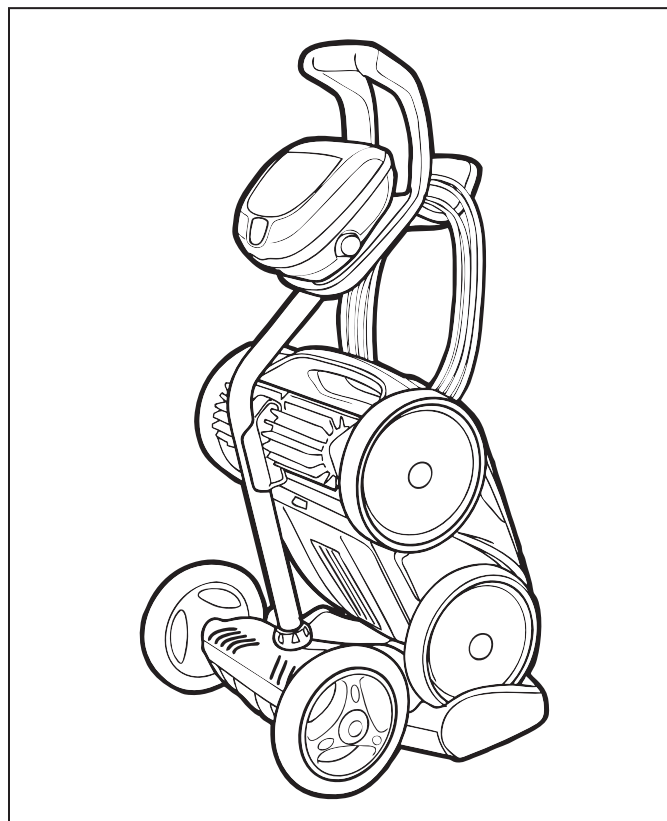

Figura 19. Limpiador guardado correctamente en el carrito
- Coloque el limpiador en posición vertical en la base del carrito y fíjelo en el gancho (Figura 19).
- Enrolle sin apretar el cable desde el limpiador y avance hacia el punto de conexión en la unidad de control. Estírelo donde esté enrollado. Guarde el cable, enrollándolo alrededor del gancho situado en la parte delantera del carrito (Figura 19).